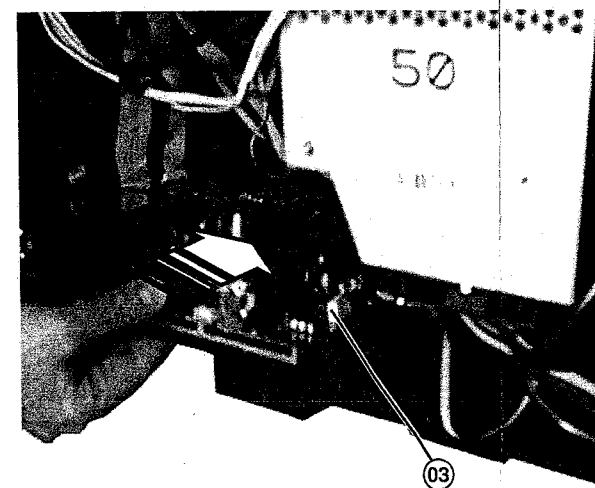

Fig. 3
- b - Platine **(03)** hinten anheben und zurückschieben (Abb. 3)
- b - Spingere **(03)** completamente e sollevare la parte posteriore della piastra SSB (fig. 3)
- b - Empujar **(03)** completamente y levantar la parte trasera de la platina SSB (fig. 3)